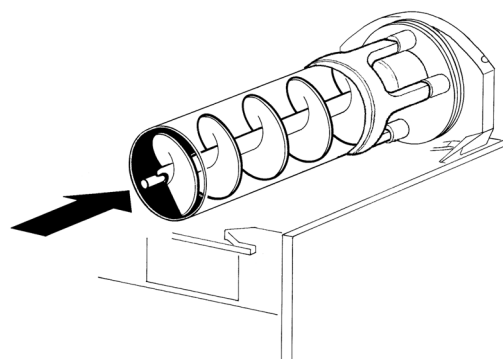

figure 13
- 5 Introduire l'hélice intérieure dans l'évaporateur en veillant à l'accompagner jusqu'au fond mais en évitant qu'elle heurte la paroi postérieure (voir figure 13).